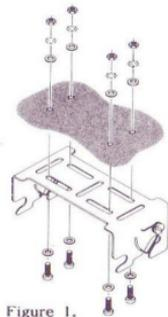

Figure 1.
- (1) Se usa la abrazadera como plantilla para una vez determinado el emplazamiento con suficiente circulación de aire para ventilación y facilidad de acceso a los mandos y dial, marcar los orificios de sujeción de la abrazadera y taladrarlos con broca de 5 mm Ø. Se asegura la abrazadera con los tornillos, arandelas y tuercas suministrados. Fig 1.